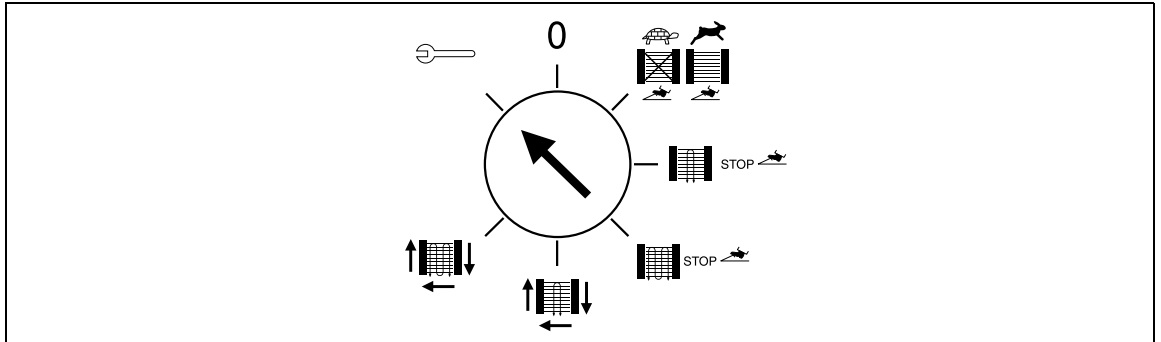

Abb. 7-11 Stellung Programmwahlschalter
- Der Programmwahlschalter befindet sich in Stellung „Einrichten“ (Abb. 7-11).